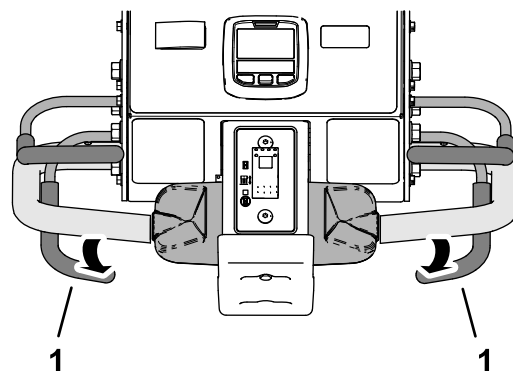

Figura 95
- Suelte la barra de aireación (Figura 95).